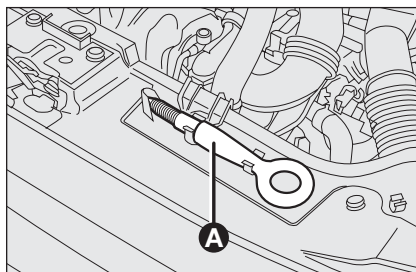

fig. 26
L'anello di traino, fornito in dotazione con il veicolo è ubicato nel vano motore come illustrato in **fig. 26**.
- ☐ sollevare il cofano motore svincolare l'anello **A-fig. 26** dalla sua sede;